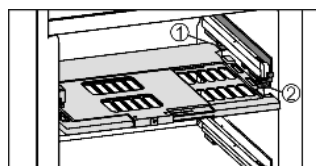

Fig. 13
- Установка пластины регулировки влажности: поперечные ребра крышки на пластине вставить через низ в задний держатель Fig. 13 (1) и защелкнуть спереди на держателе Fig. 13 (2).